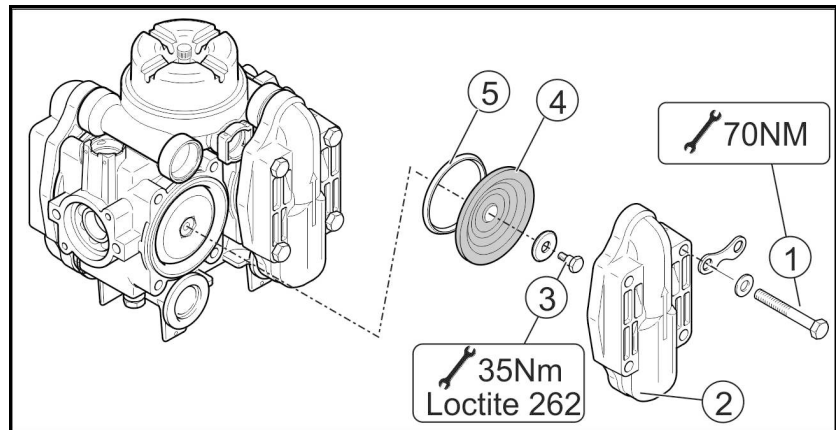

Fig. 152
2. Schrauben (Fig. 152/1) lösen.
3. Ventildeckel (Fig. 152/2) abnehmen.
4. Überprüfen Sie die Kolbenmembrane (Fig. 152/4) und den Keilring (Fig. 152/5).
1. Schraube (Fig. 152/3) lösen und Kolbenmembrane (Fig. 152/4) zusammen mit der Haltescheibe vom Kolben abnehmen.